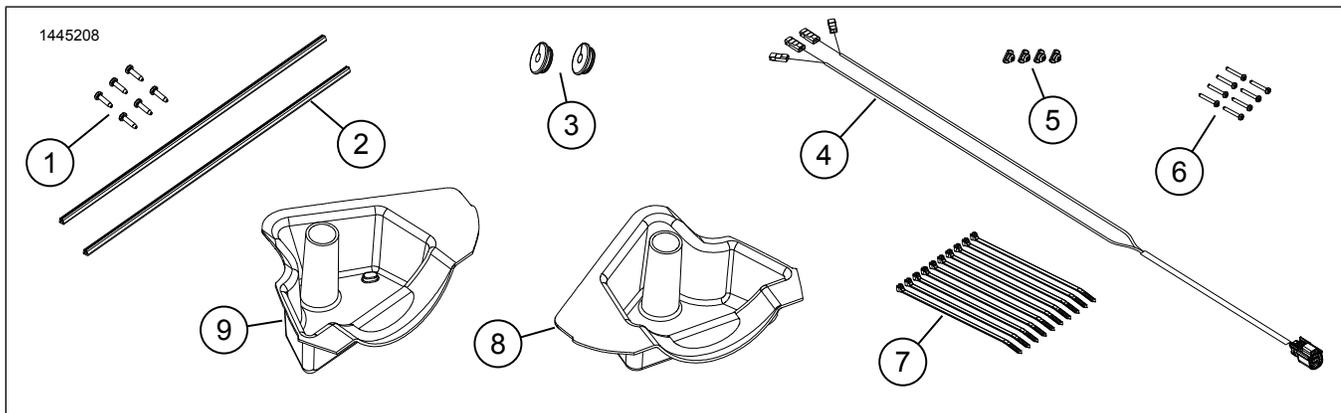

Abbildung 14. Ersatzteile, Lautsprecher für untere Verkleidung
14. Siehe Abbildung 14. Gummitülle (3) in die Bohrung einsetzen.
6. Siehe Abbildung 14. [351B] des Lautsprecherkabelbaums (4) anschließen an: